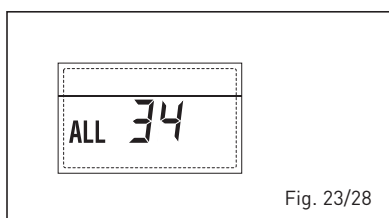

Fig. 23/28
**- ANOMALÍA COMUNICACIÓN FICHA RS-485 Y FICHA RS-485 "ALL 35" (fig. 23/29)**